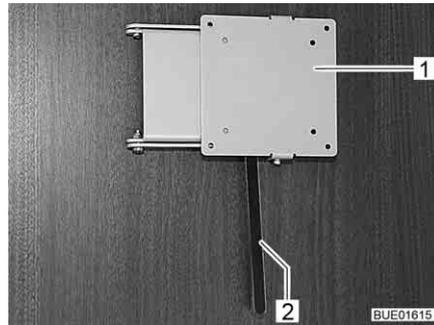

Bild 51 Halterung mit Entriegelungshebel
- Den Entriegelungshebel (Bild 51,2) zur Seite drücken und die Halterung (Bild 51,1) mit dem Flachbildschirm in die gewünschte Position drehen.
- Flachbildschirm zurückdrehen, bis die Halterung (Bild 51,1) in die Verriegelung einrastet.